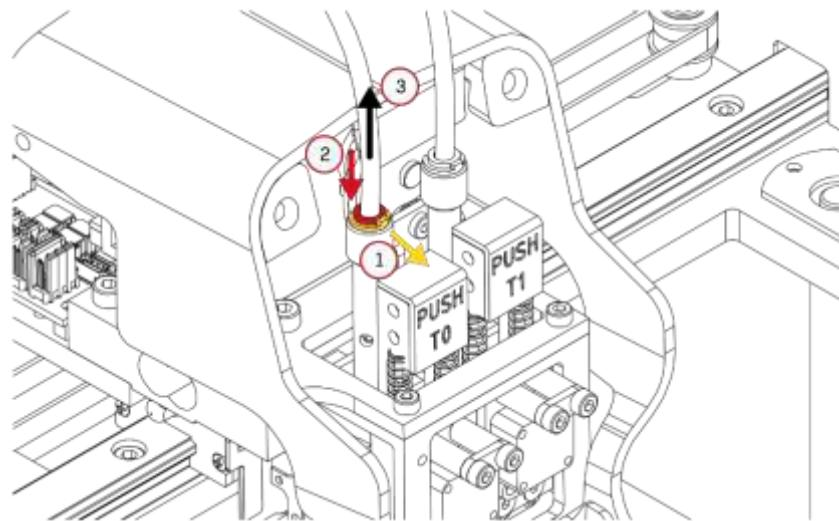
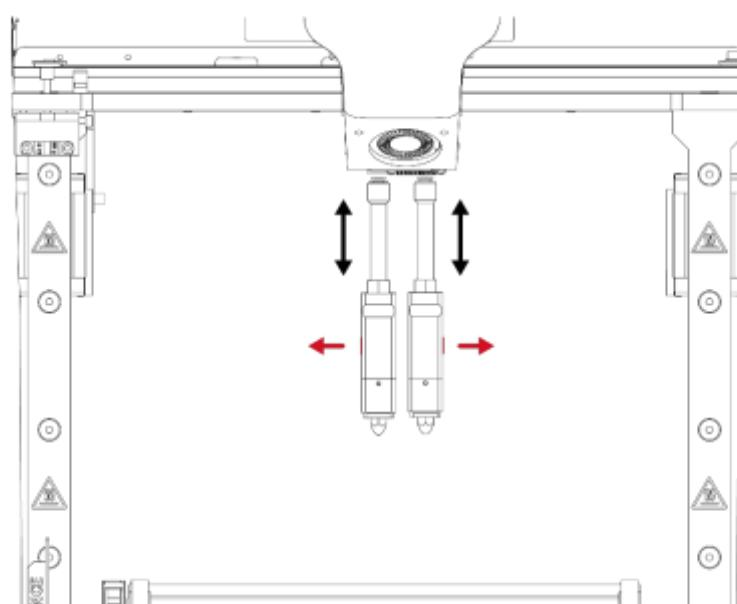

Рис. 52 Вытягивание боуден-трубки
Рис. 54 Правильное положение термоголовки (контакты направлены наружу)
4. Отключить боуден-трубку от термоголовки (рис. 52):
- a) вытянуть С-образный замок (рис. 52, шаг 1),
- b) надавить на замок соединителя трубы (рис. 52, шаг 2) и одновременно вынуть боуден-трубку (рис. 52, шаг 3).
Осторожно согнуть заглушку и одновременно нажать и удерживать кнопку PUSH. Вставлять термоголовку в зажимное кольцо, пока не почувствуется сопротивление, и отпустить кнопку PUSH и заглушку. При вставке термоголовки следует убедиться, что она установлена правильно – контакты должны быть направлены наружу, а горизонтальный паз должен быть направлен к пользователю (рис. 54). Затем вставить боуден-трубку в термоголовку, как показано на рис. 52. Правильно установленная короткая боуден-трубка будет видна в отверстии в направляющей термоголовки (рис. 40).